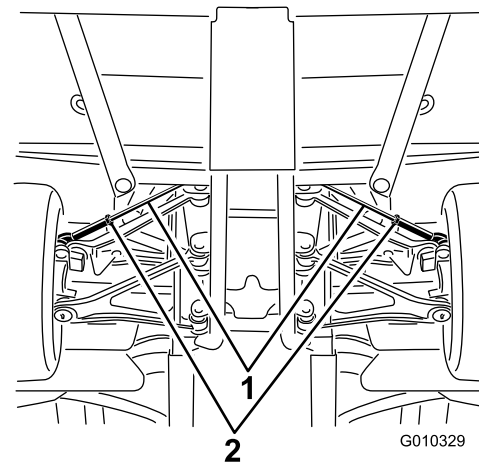

**Рисунок 59**
2. Измерьте межцентровое расстояние (на высоте оси) на передней и задней стороне рулевых колес (Рисунок 59). Результат измерения на передней стороне шин должен отличаться от результата измерения на задней стороне на  $0 \pm 3$  мм. Поверните шины на 90 градусов и повторите измерения.